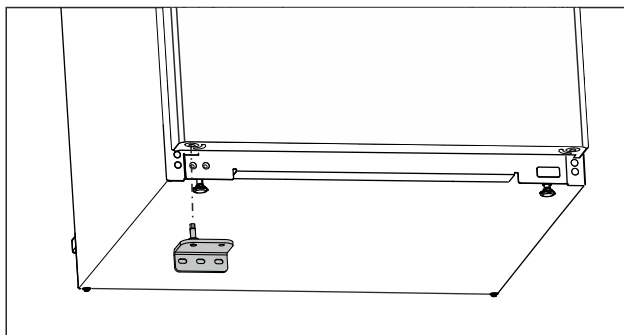

Fig. 20
- ▶ Sett inn den nedre lagerbukken på motsatt side. (se Fig. 20)